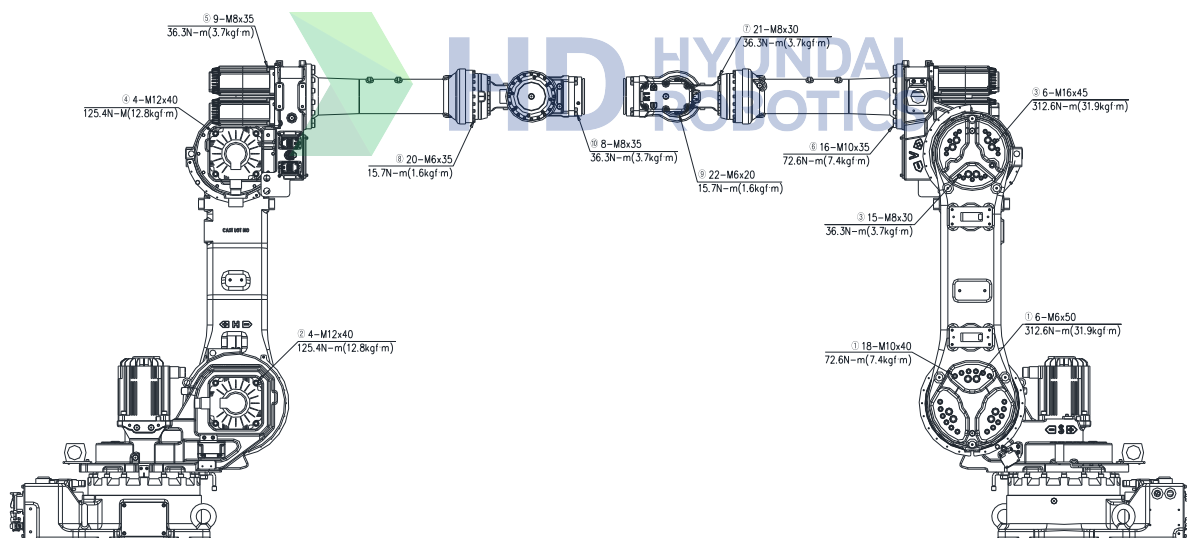

图 4.1 主要螺栓的检查部位 [YS080/YS100A/HH050/HH030L/HH050T]
- 请确认[图 4.1]的主要螺丝的链接扭矩。
推荐螺丝扭矩标示在[图 4.1]。